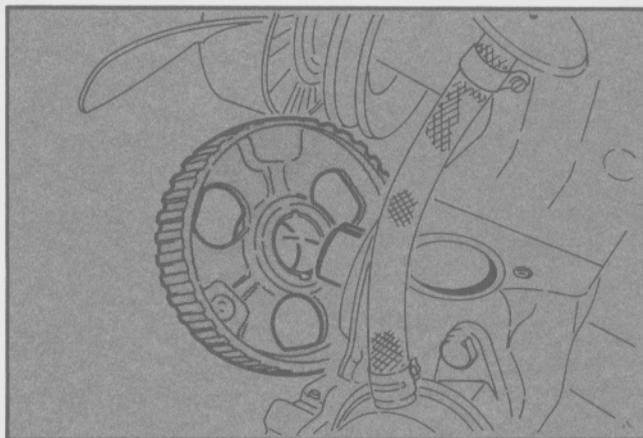

Fig. 120 - Instalación de la polea dentada
- Instalar la polea de la correa dentada con los refuerzos hacia el bloque de cilindros (Fig. 120). No ajustar el tornillo.